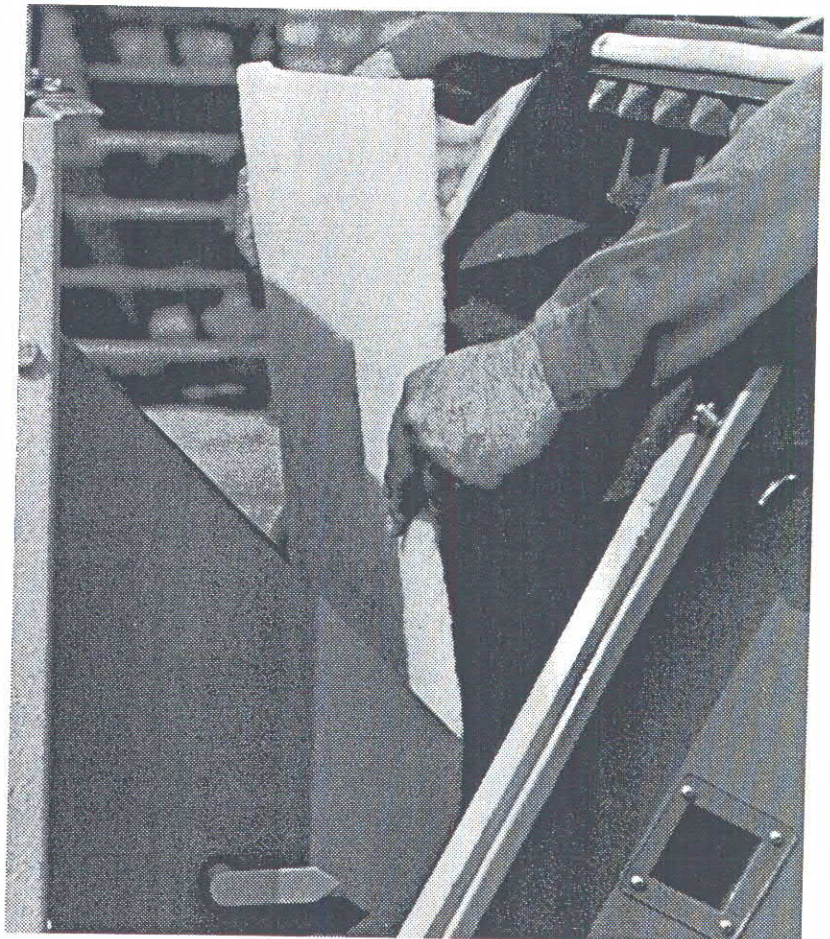
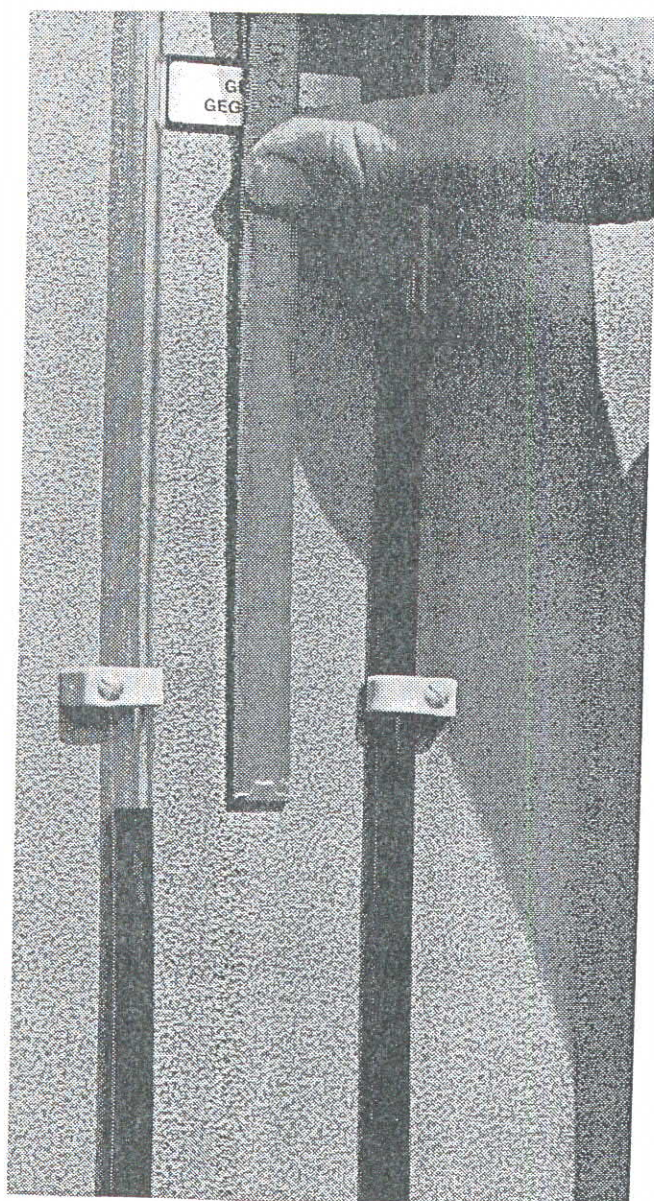

Bild 6: Einlegen der Filtermatte (13) bei abgekippter Schallschutzhaube (15)
Bild 13: Messen des Gesamtwiderstandes am U-Rohr (21)
Öffnen Sie die Luftfilter-Schallschutzhaube (15). Das geschieht durch Lösen der Schnellverschlüsse (11) und leichtes Abkippen der Schallschutzhaube (15), wie es Bild 6 zeigt. Die Haube verbleibt in gekippter Stellung.
Zum Lieferumfang gehören zwei Filtermatten (13). Eine davon ist Ersatz. Legen Sie die vorgesehene Matte so in die Führung (Bild 6), daß die weiche Seite nach außen zeigt. Schließen Sie die Schallschutzhaube (15). Die Filtermatte (13) wird beim Schließen zwangsläufig in die richtige Position gebracht.
Auf Bild 12 ist die prinzipielle Anordnung der Instrumente auf der Bedienseite zu sehen. Zwischen den beiden Thermometern (20) und (3) ist das U-Rohr zur Messung des Gesamtgegendruckes (21) angeordnet. Um den Gegendruck der Getreidesäule und des Kanalsystems zu ermitteln, muß bei abgeschalteter Maschine der Kunststoffschlauch bis ca. zur Hälfte mit Wasser gefüllt werden. Eine Skala ist nicht vorhanden, weil sich der Wasserspiegel ständig verändert (Verdunstung) und das Messen der Säule mit einem Zollstock genauer und einfacher ist – siehe dazu Bild 13.
Während der Messung muß der Zeiger (16) (durch das Fenster an der Schallschutzhaube (15) einsehbar) waagrecht stehen (wie auf Bild 6 zu sehen); d.h., **Vierstellenwahlschalter** [113] auf AUF stellen. Schließen Sie den Kaltluftschlauch am Einblasrohr des Kanalsystems oder Silos an und **messen** Sie **bei laufendem Radialventilator** (Schalter [111] auf I) den Unterschied der beiden Wassersäulen, wie auf Bild 13 gezeigt.